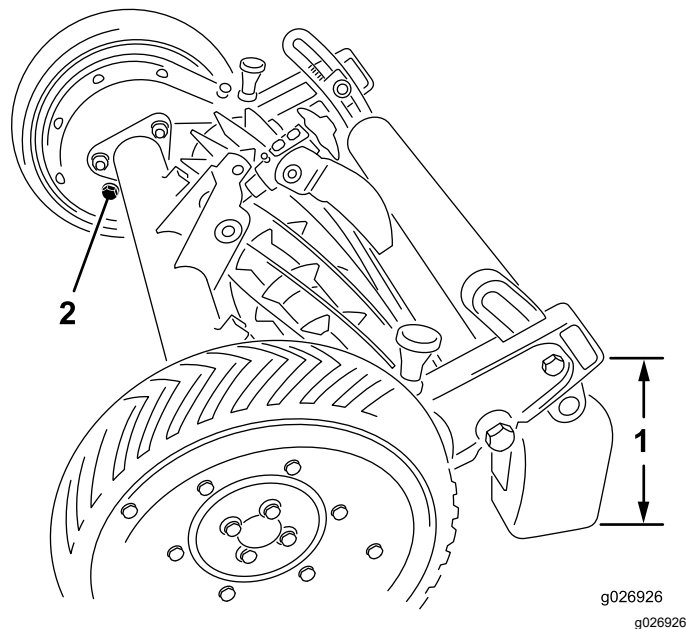

Figura 12
2. Levante e bloqueie a parte de trás da unidade de corte até haver aproximadamente 26 cm entre a parte inferior da caixa de engrenagens que se prolonga para trás do suporte do rolo e a superfície nivelada (Figura 12).
3. Retire o bujão de enchimento do interior de cada caixa de engrenagens (Figura 12). Verifique o nível de óleo na caixa de engrenagens; deve estar nivelado com o inferior do orifício de enchimento. Se o óleo estiver nivelado com o inferior do orifício, coloque o bujão de enchimento.